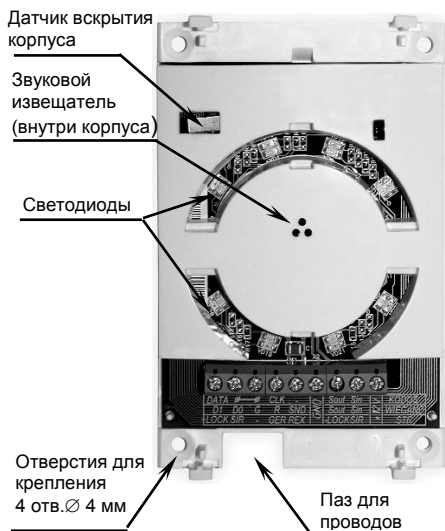

Рисунок 9 – Вид считывателя с колодкой X5 без крышки
- а) Снять со считывателя крышку (рисунок 9);
- 3) уложить соединительные провода в канал (или протянуть через отверстие в стене) и протянуть их через паз в корпусе считывателя (см. рисунок 9),
В считывателе имеются встроенный звуковой извещатель и светодиоды (см. рисунок 9), которые предназначены для индикации состояния считывателя и реакции на поднесение кодоносителя.